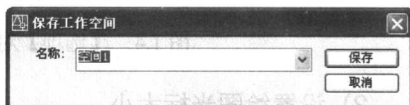

图 1.7 【保存工作空间】对话框
- (1) 选择【工具】→【选项】命令, 打开【选项】对话框, 选择【显示】选项卡。
- (2) 在【窗口元素】栏中单击 按钮, 打开【颜色选项】对话框。在该对话框的【窗口元素】下拉列表框中选择【模型空间背景】选项, 然后在【颜色】下拉列表框中选择白色, 单击 按钮。
- (3) 返回【选项】对话框, 在【十字光标大小】栏中的文本框中输入“14”。
- (4) 选择【用户系统配置】选项卡, 在【Windows 标准】栏中取消选择 ☐ 绘图区域中使用快捷菜单 (M) 复选框, 最后单击 按钮。
- (5) 返回绘图区后, 单击工具选项板和图纸集管理器中的 ☒ 按钮, 关闭工具选项板和图纸集管理器。
(6) 在【工作空间】工具栏的下拉列表框中选择【将当前工作空间另存为】选项, 打开如图 1.7 所示的【保存工作空间】对话框。在该对话框的【名称】文本框中输入“空间 1”, 然后单击 按钮即可。